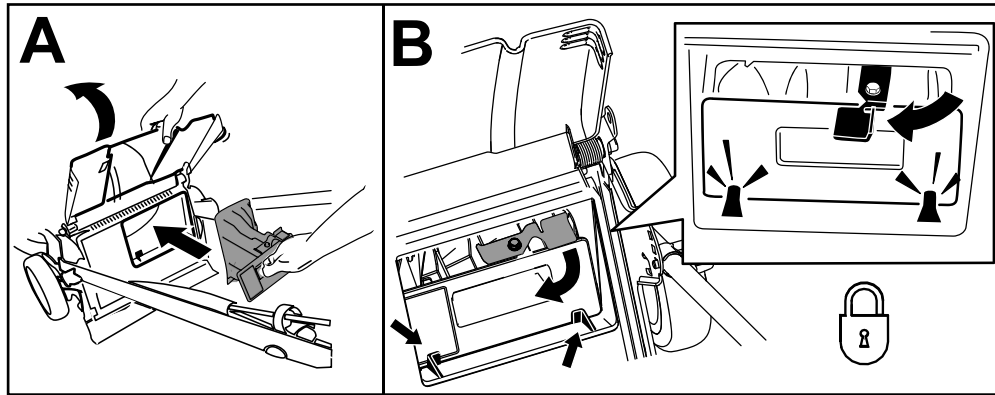

Figure 16
**Important:** Vérifiez que l'obturateur arrière est verrouillé en place. Pour verrouiller l'obturateur, relevez le déflecteur arrière (encadré A de la Figure 16), appuyez fermement sur l'obturateur jusqu'à ce qu'il s'enclenche en position derrière les pattes, et tournez le levier situé sur l'obturateur vers la gauche (encadré B de la Figure 16).